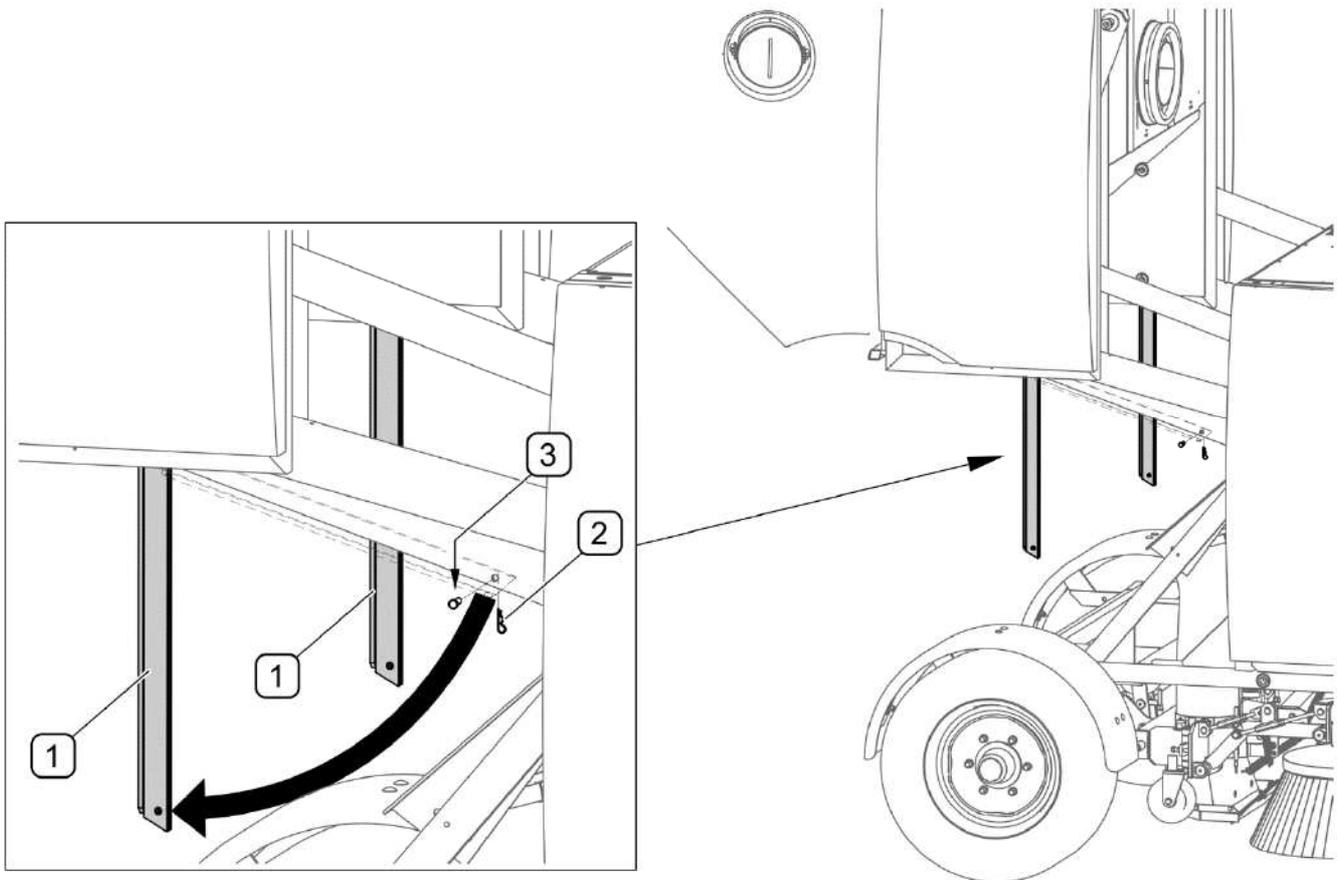

FIGURE 5.3 Les supports de service
(1) – les supports de service; (2) – la goupille fendue; (3) – le boulon;
Les supports de service (1) servent à bloquer le bac aux impuretés en position remontée (FIGURE 5.3).